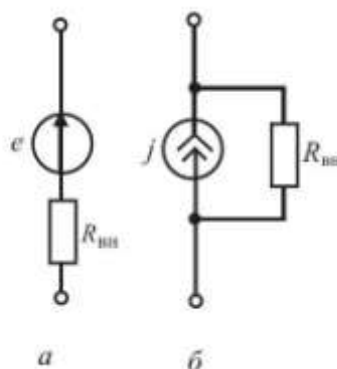

Рисунок 1.1 – Источники тока: а – идеальный источник ЭДС; б – идеальный источник тока
*Источник ЭДС* – источник электрической энергии, характеризующийся электродвижущей силой  $E$  и внутренним электрическим сопротивлением  $R_{вт}$ . Идеальный источник ЭДС характеризуется нулевым внутренним сопротивлением  $R_{вт}=0$  (рис. 1.1, а). Напряжение между выводами идеального источника ЭДС не зависит от тока, а его внешняя характеристика определяется выражением:
При напряжении  $U=0$  ток источника равен току короткого замыкания ( $R=0$ ). Единицей ЭДС является вольт (В). Стрелка источника показывает направление увеличения потенциала. *Источником тока* называется источник энергии, характеризующийся величиной тока и внутренней проводимостью. Идеальным называется источник тока, внутренняя проводимость которого равна нулю (рис. 1.1, б), т.е. большое внутреннее сопротивление. В идеальном случае, когда  $R_{\text{вн}} \gg R$ , источник создает ток, не зависящий от сопротивления нагрузки, к которой он присоединен. Реальный источник тока – устройство, которое лишь старается поддерживать в цепи, к которой он подключен, ток заданного уровня, пока это позволяют его возможности (максимальный выходной ток и напряжение). У реальных источников внутреннее сопротивление имеет конечное значение.